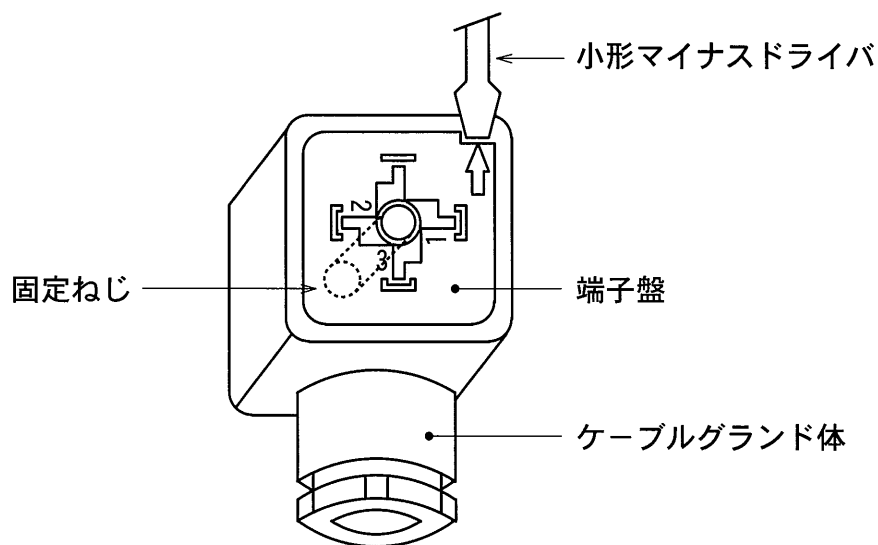

図 6. 1 ケーブルグランド体と端子盤図
- (1) ケーブルグランド体を固定しているねじを外して、本体からグランドを外します。
- (2) 固定ねじと反対側にあるグランド体に挿入されている端子盤を図に示す隙間に小形マイナスドライバを挿入し押し上げて外します。
- (3) ケーブルグランド体に電線を通した後（2）で外した端子盤に結線します。
- (4) 電線を引張りながら端子盤をケーブルグランド体に`カチッ`と音がするまではめ込みます。この際、端子盤のはめ込む位置は、はずす前と同じ位置にしないとグランド体の向きが変わってしまうので、図 6. 1 に示す位置を確認してはめ込みを行って下さい。